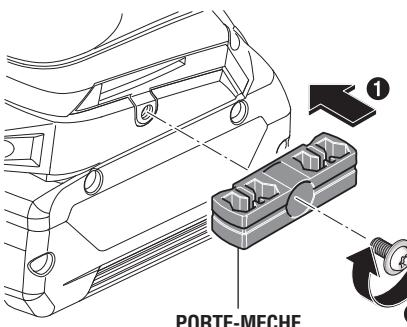

FIG. 13
- ❶ Lorsque vous voulez monter le porte-mèche accessoire, montez-le sur le côté de la perceuse qui est opposé à celui de l'attache de ceinture.
- ❷ Assurez-vous de serrer fermement la vis de montage avant l'emploi (Fig. 13).